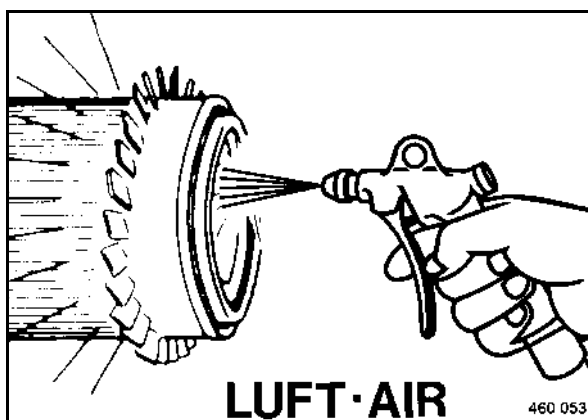

fig. 97
- Nettoyer la cartouche de filtre à air (fig. 97) à l'air comprimé (maxi. 2 bars/30 psi) en soufflant le long des plis intérieurs.